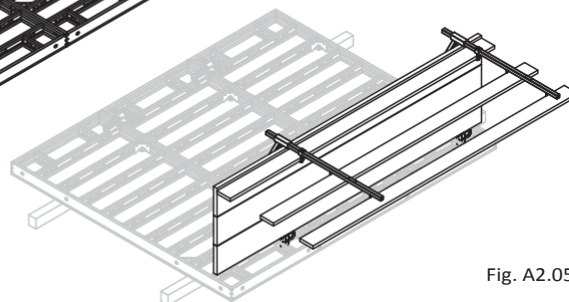

Fig. A2.05
2. Монтирайте капака и предпазните шини и подсигурете. (Fig. A2.05)